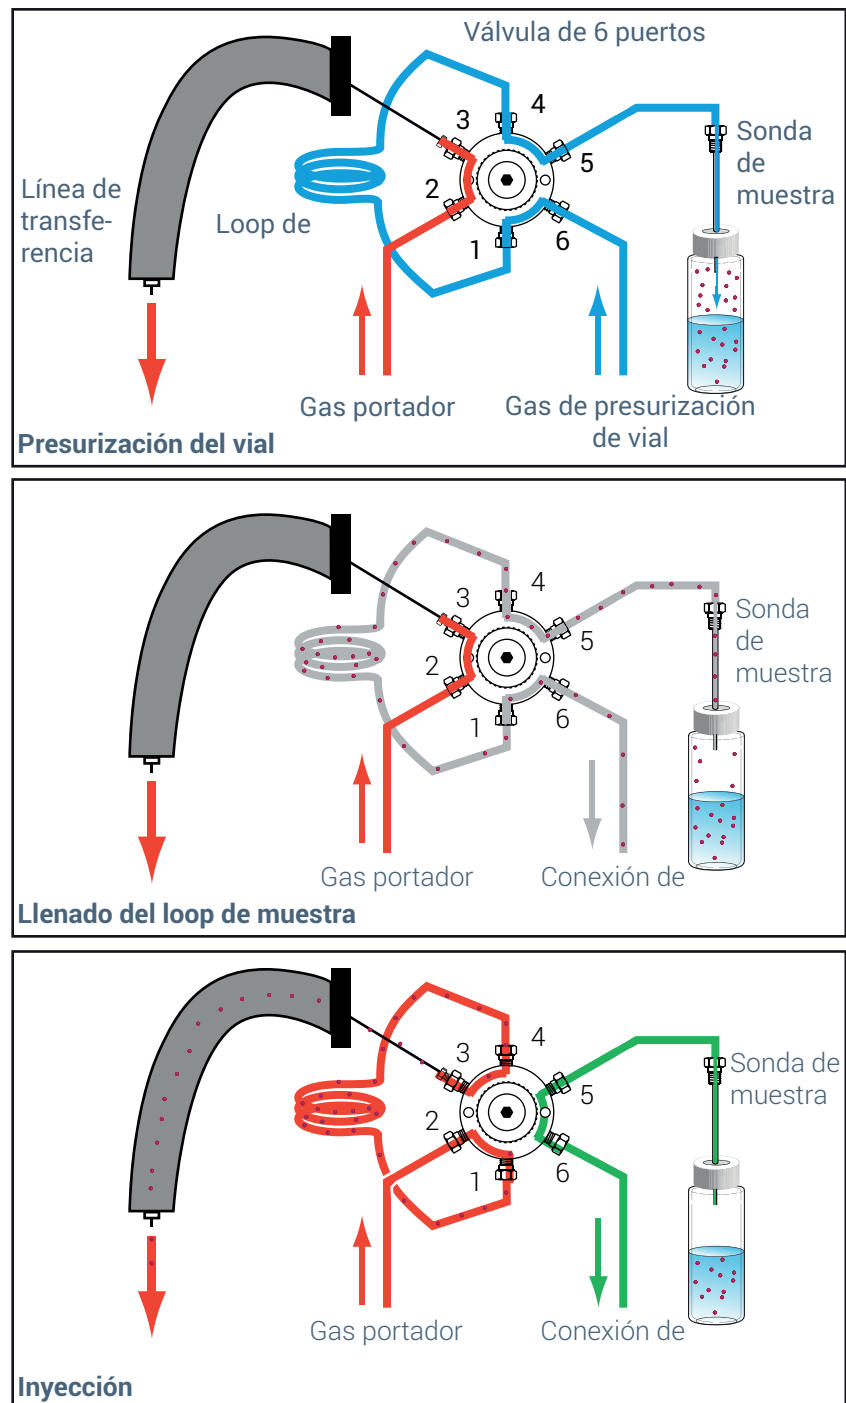

Figura 1. Etapas de muestreo e inyección del sistema de válvula y loop
- 2 El muestreador presuriza el vial con gas. Consulte la sección **Figura 1**.